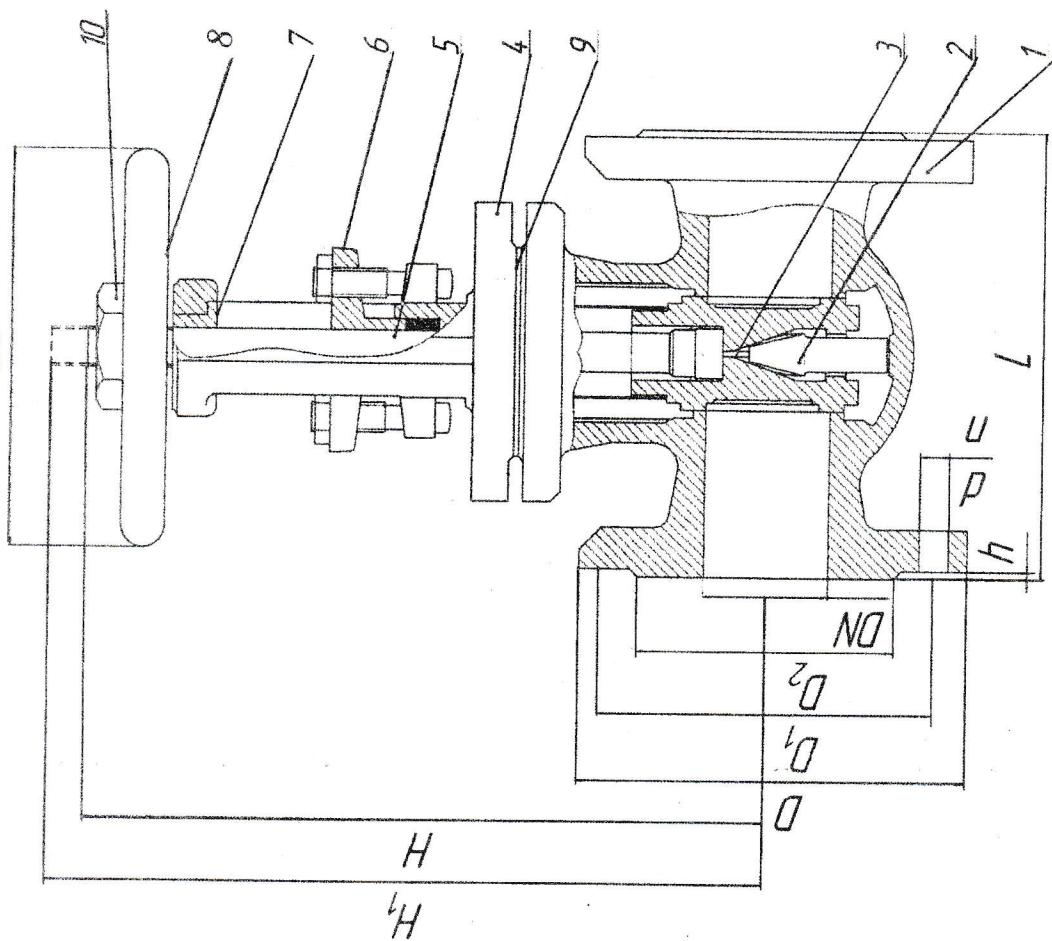

Рисунок 1.
- 2.1 Задвижка состоит из следующих узлов и деталей (приложение 1, рис.1): 1 - Корпус; 2 - Клин; 3 - Диск; 4 - Крышка; 5 - Шиндель; 6 - Сальник; 7 - Маховик; 8 - Втулка резьбовая; 9 - Прокладка; 10 - Гайка.